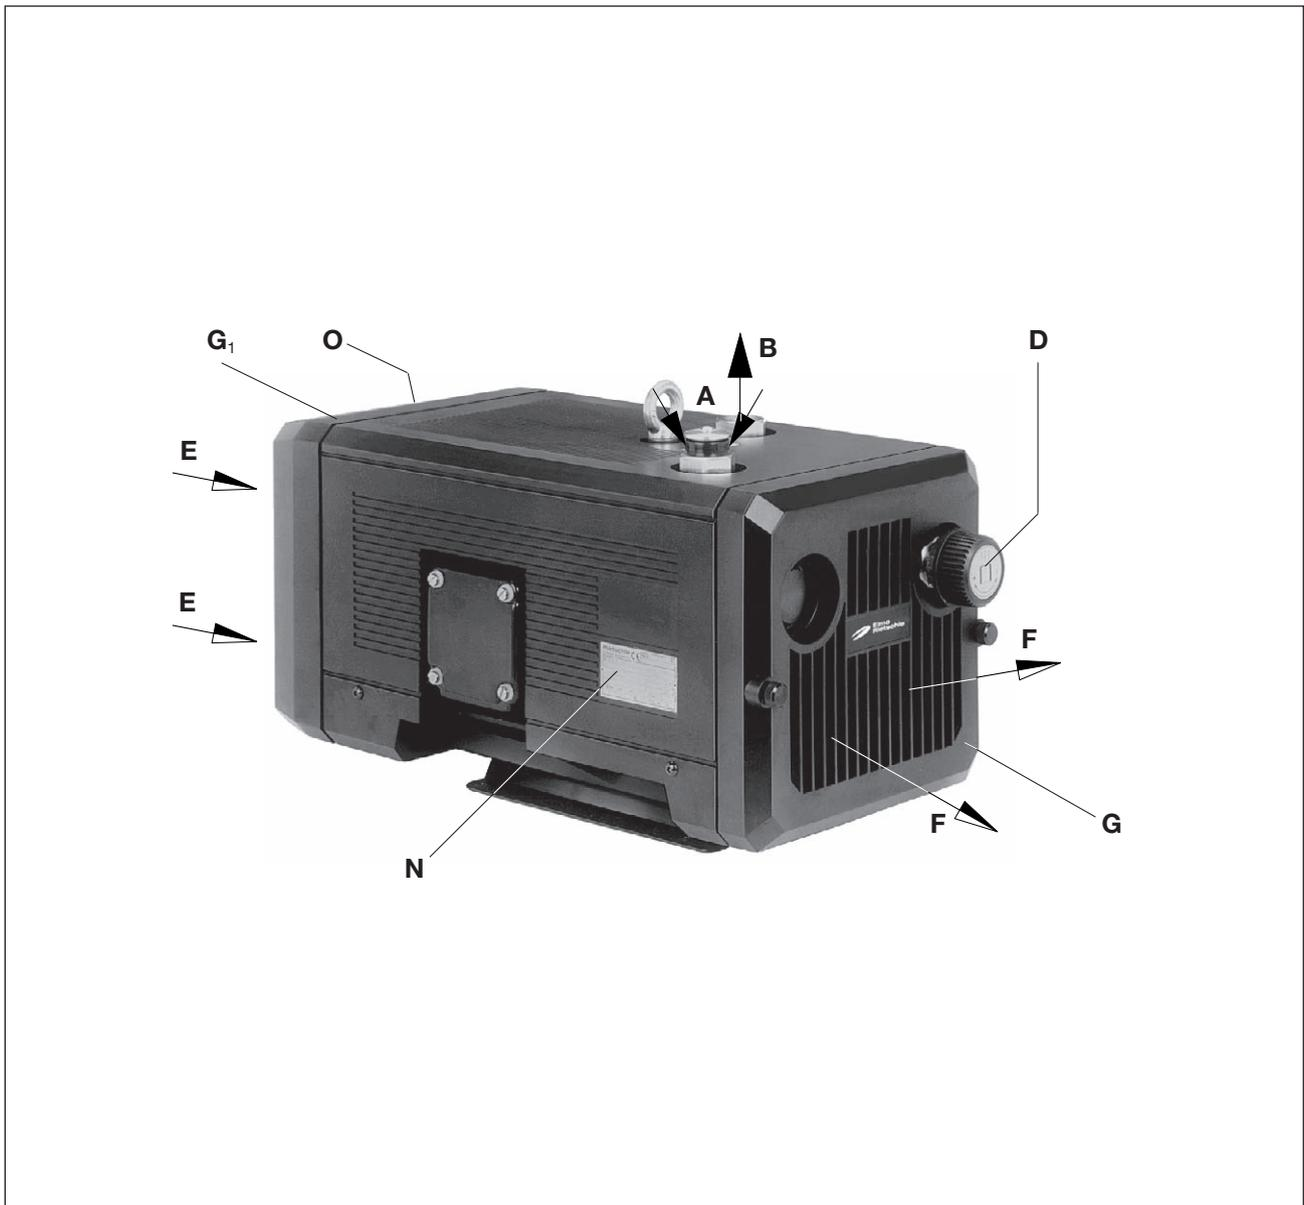

Abb. 2 Verdichter V-DTN
Motor und Verdichter haben eine gemeinsame Welle. Das Druck-Regulierventil (Abb. 2/D) erlaubt die Einstellung des Druckes auf gewünschte, jedoch nach oben begrenzte Werte.
Diese trockenlaufenden Drehschieber-Verdichter V-DTN 6 bis V-DTN 40 eignen sich zur Erzeugung von Überdruck zwischen 0 und der auf dem Datenschild (Abb. 2/N) angegebenen Höchstgrenze (bar). Dauerbetrieb ist zulässig.
Zum Demontieren des Ausblasgitters (Abb. 2/G), Ansauggitters (Abb. 2/G₁) und Gehäusedeckels (b) müssen für Wartungsarbeiten mindestens 30 cm Platz vorhanden sein. Zusätzlich ist zu beachten, dass die Kühlluft eintritte (Abb. 2/E) und Kühlluftaustritte (Abb. 2/F) mindestens 10 cm Abstand zur nächsten Wand haben (austretende Kühlluft darf nicht wieder angesaugt werden).
- a) Druckanschluss bei (Abb. 2/B).
Die erforderlichen Druckbereiche können mit dem Druck-Regulierventil (Abb. 2/D) entsprechend dem auf dem Drehknopf angebrachten Symbolschild eingestellt werden.
- a) Die elektrischen Motordaten sind auf dem Datenschild (Abb. 2/N) bzw. dem Motordatenschild angegeben. Die Motoren entsprechen DIN EN 60034 und sind in Schutzart IP55 und Isolationsklasse F ausgeführt. Das entsprechende Anschlussschema befindet sich im Klemmenkasten des Motors (entfällt bei Ausführung mit Steckeranschluss). Die Motordaten sind mit den Daten des vorhandenen Stromnetzes zu vergleichen (Stromart, Spannung, Netzfrequenz, zulässige Stromstärke).
- ▷ Die vorgesehene Drehrichtung der Antriebswelle ist durch den Drehrichtungspfeil (Abb. 2/O) gekennzeichnet.